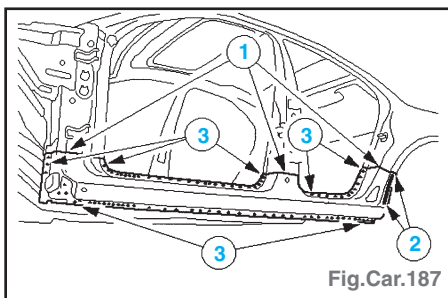

Fig.Car.187
- Bas de caisse (Fig.Car.187) :
- ligne de coupe préalable (1),
- meuler la bride de collage à l'aide d'un disque à fibre (2),
- fraiser les points de soudure (3).